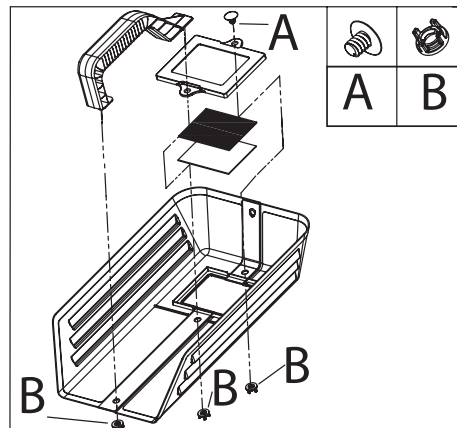

Fig. 2
- Per assemblare lo schermo di protezione per il viso (FIG.2), collocare innanzi tutto lo schermo di protezione in plastica nell'apposita apertura fissandolo con le due viti di chiusura. Posizionare l'impugnatura fissandola nella fessura del corpo di protezione, premerla con forza e ruotarla di 90° fino a che non raggiunge il foro nel corpo di protezione.
- Se si usano bombole non ricaricabili (S), togliere il cappuccio protettivo in plastica dalla sommità filettata della bombola e avvitare saldamente il riduttore gas (T) in senso orario (non usare troppa forza nel fissare il riduttore).
- Inserire il tubo di plastica del gas (fig. 2, Q) nel riduttore (spingerlo dentro per tutta